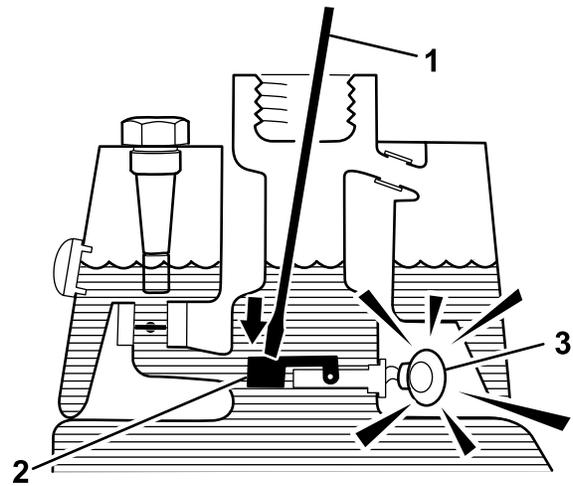

図 54
3. 汚れのついていない鉄の棒やねじ回しなどをタンクの首から差し込んで、スイッチのフロート 図 54 を押し下げる一秒後にアラームがなれば正常。